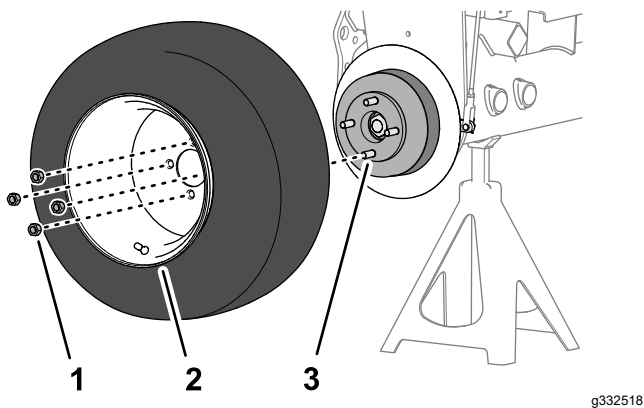

图 62
1. 卸下将前车轮固定至轮毂的 4 个车轮螺母然后卸下车轮 图 62。